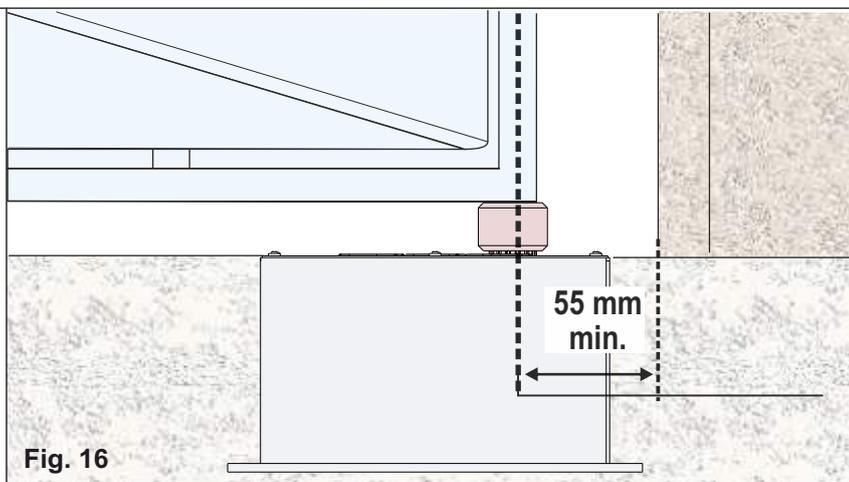
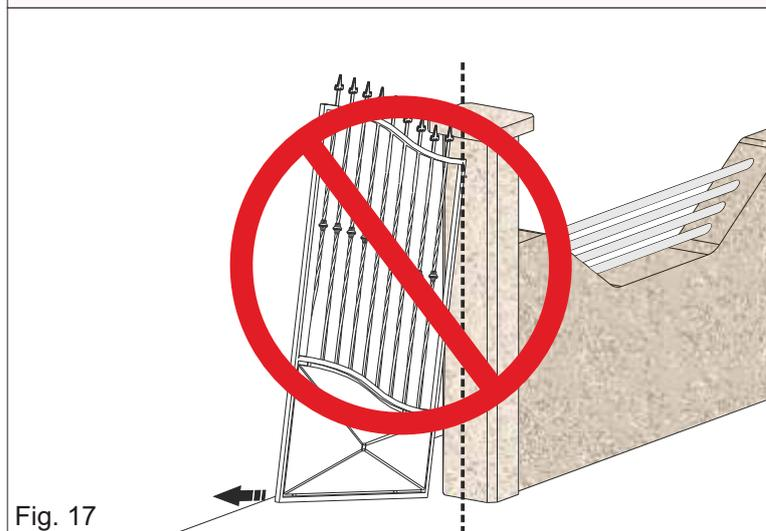

Fig. 16
Fig. 17
4.4. Faire attention à ne pas positionner le vantail au dehors des axes (Fig. 17 et 18), mais s'assurer que l'axe du vantail coïncide avec l'axe de rotation du vérin (Fig. 16)
**⚠ NE POSITIONNER PAS LE VANTAIL AU DEHORS DES AXES (FIG. 17-18); FAIRE COÏNCIDER L'AXE DE L'OPÉRATEUR AVEC L'AXE DE ROTATION DE LA CHARNIÈRE DU VANTAIL; LA DISTANCE MINIMALE DE LA COLONNE DOIT ÊTRE DE 55 mm (FIG. 16)**